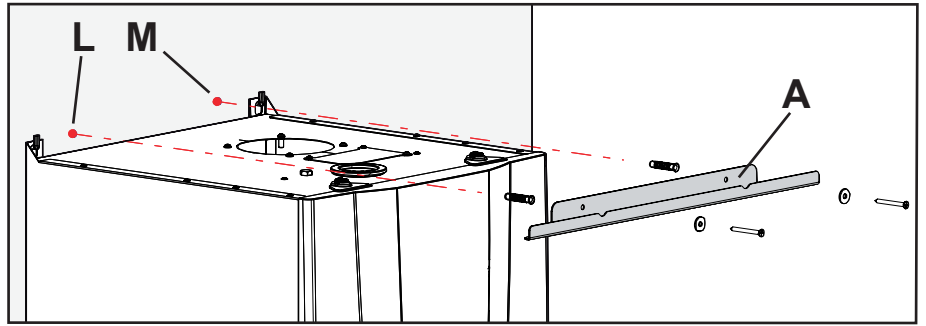

Figure 5-67
- 3.- Fixer au moyen des chevilles fournies dans le kit, l'étrier de fixation supérieur « A » au mur, comme indiqué sur la Figure 5-67;